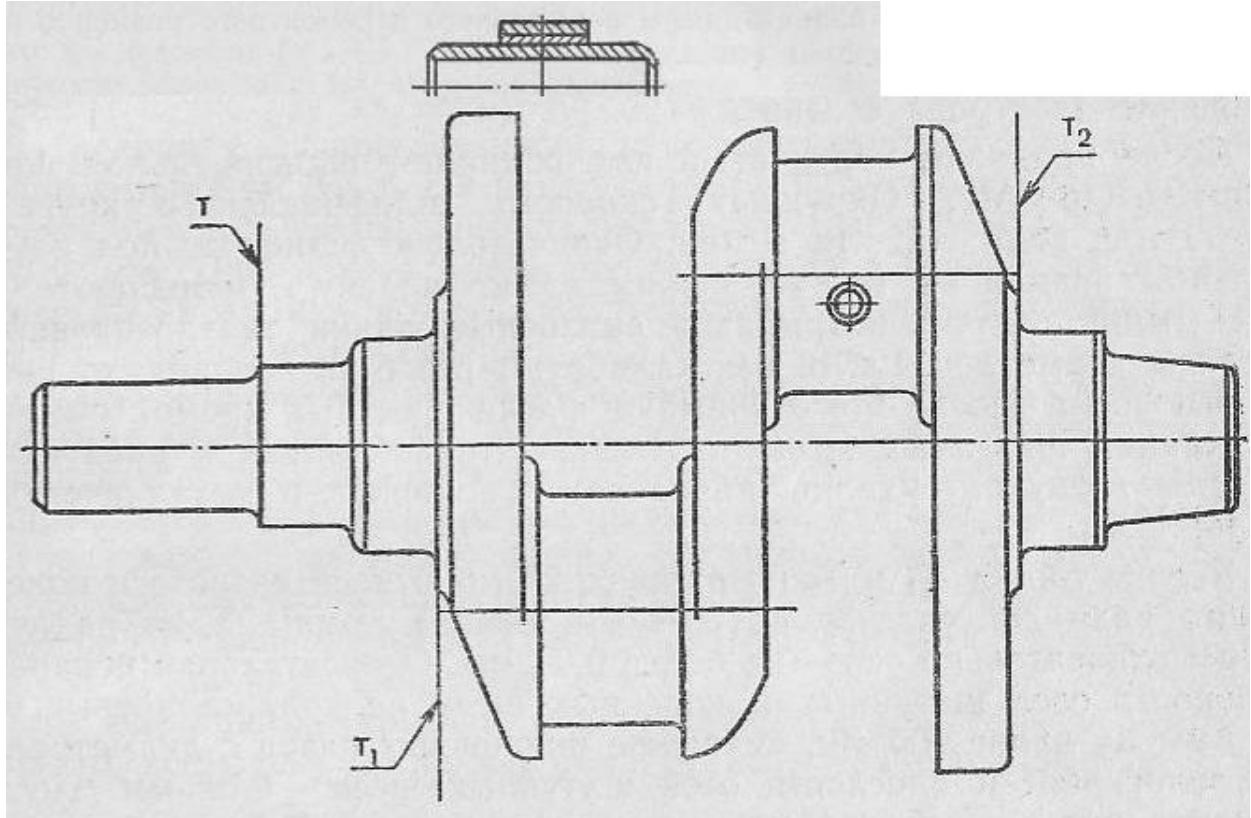

Рис. 35. Коленчатый вал мотоциклов «Днепр»
**Цельный коленчатый вал** (рис. 35) изготовлен из высокопрочного чугуна ВЧ 50-2 и имеет прочность НВ 215-255. Если вал имеет трещины, его заменяют. При ремонте вал может иметь следующие дефекты: